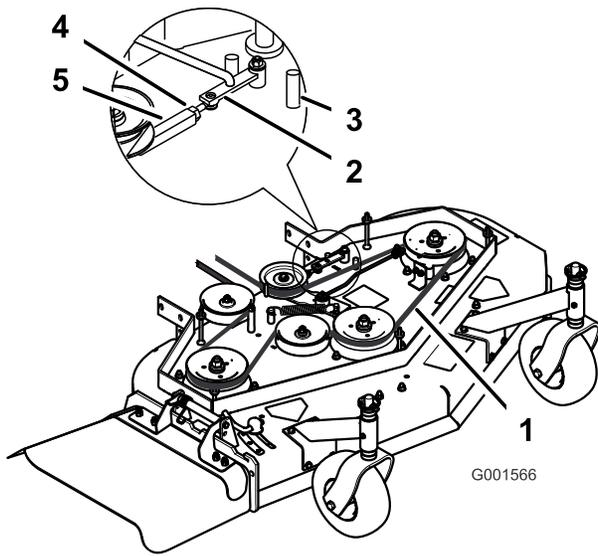

Figure 47
- Tournez le tendeur vers l'arrière du tablier de coupe pour augmenter la tension sur la courroie. Tournez le tendeur vers l'avant du tablier de coupe pour réduire la tension sur la courroie (Figure 47).
- Desserrez le contre-écrou sur le tendeur (Figure 47).